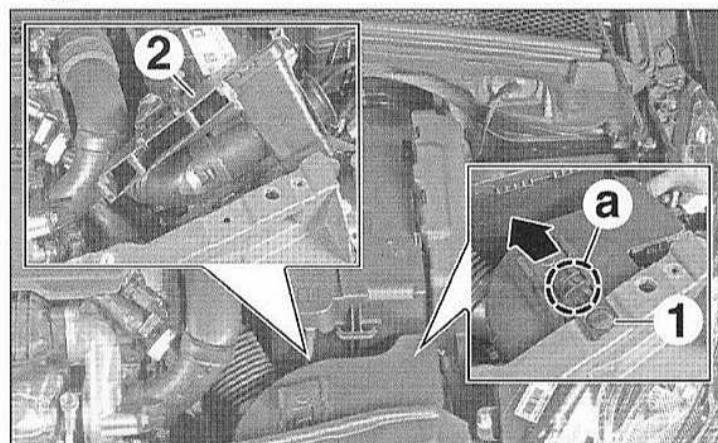

FIG.82
- Déposer l'agrafe (1) (Fig.82).
- Dégager le résonateur d'air (2).